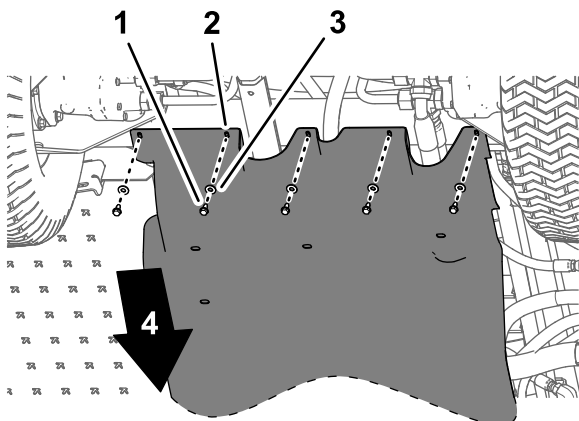
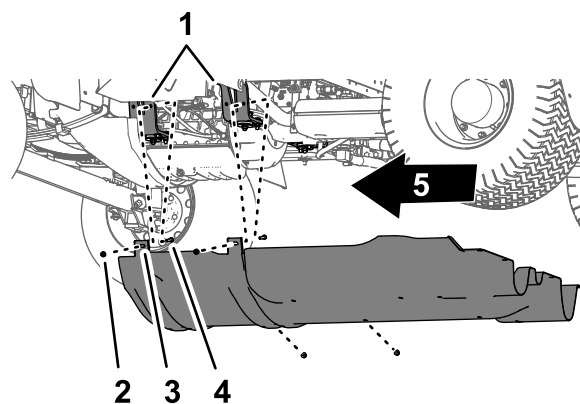

Рисунок 59
Рисунок 60
1. Удалите 5 болтов с фланцем (5/16 x 7/8 дюйма) и 7 шайб (5/16 дюйма), которые крепят заднюю часть кожуха ходовой части к шасси машины (Рисунок 59).
2. Удалите 4 фланцевые контргайки (5/16 дюйма) с болтов и каретный болт, которые крепят монтажные выступы кожуха ходовой части к кронштейнам крепления двигателя на машине (Рисунок 60).
4. Снимите кожух ходовой части с машины (Рисунок 59 и Рисунок 60).
1. Выровняйте кожух ходовой части относительно нижнего шасси машины; см. Рисунок 60 в разделе Демонтаж кожуха ходовой части \(страница 58\).
2. Наденьте монтажные выступы кожуха ходовой части на болты и каретный болт в месте расположения монтажных кронштейнов двигателя на машине; см. Рисунок 60 в разделе Демонтаж кожуха ходовой части \(страница 58\).
3. Установите кожух ходовой части на монтажные кронштейны двигателя и болты (Рисунок 60) с помощью 4 фланцевых контргайок (5/16 дюйма), снятых при выполнении пункта 2 раздела Демонтаж кожуха ходовой части \(страница 58\).
4. Совместите отверстия в задней части кожуха ходовой части с отверстиями в шасси; см. Рисунок 59 в разделе Демонтаж кожуха ходовой части \(страница 58\).
5. Присоедините заднюю часть кожуха ходовой части к шасси (Рисунок 59) с помощью 5 болтов с фланцем (5/16 x 7/8 дюйма) и 5 шайб (5/16 дюйма), снятых при выполнении пункта 1 раздела Демонтаж кожуха ходовой части \(страница 58\).